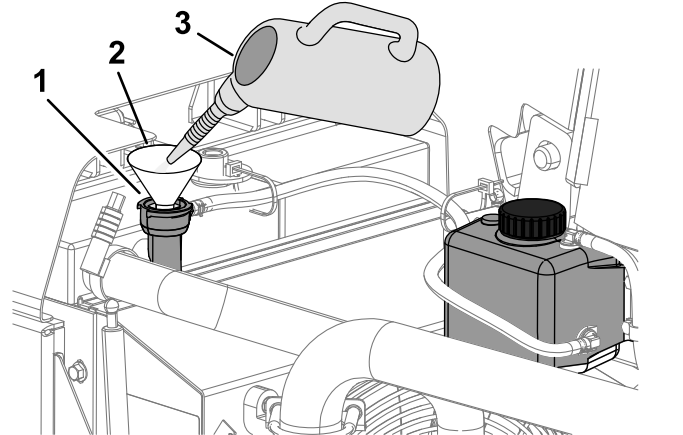

Figure 107
- B. Versez une solution de nettoyage du circuit de refroidissement dans le radiateur par le goulot de remplissage (Figure 107).